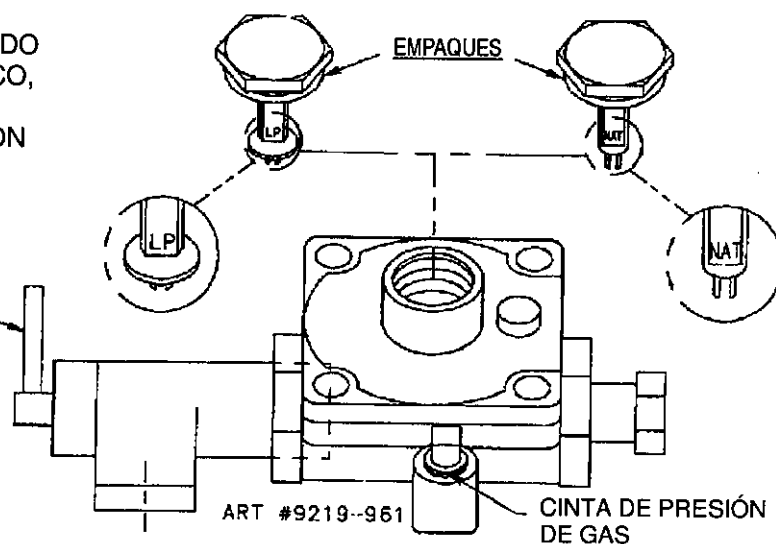

FIGURA 3
3. Invierta el pasador y colóquelo a presión en su lugar dentro de la tapa aplicando una presión uniforme con los dedos en los bordes opuestos del disco circular del pasador. El pasador debe quedar bien acomodado y firmemente colocado en la tapa. (Vea la figura 3.)